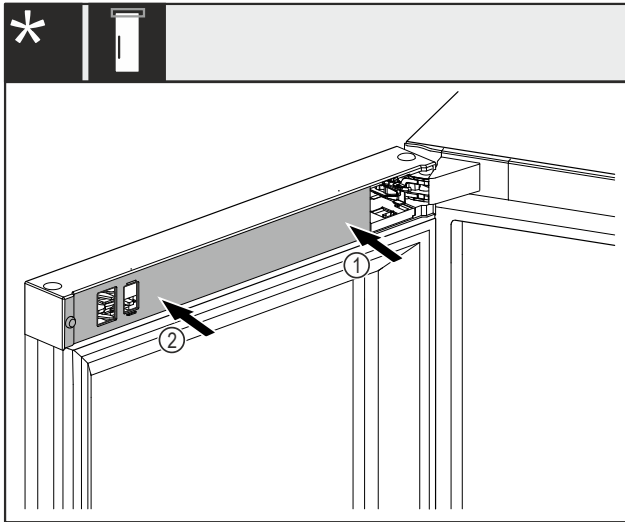

Fig. 46
- ▶ Uzlieciet pārsegu Fig. 46 (1) vispirms gultņa balsta pusē un nofiksējiet.
- ▶ Uzlieciet pārsegu Fig. 46 (2) ārpusē un nofiksējiet.